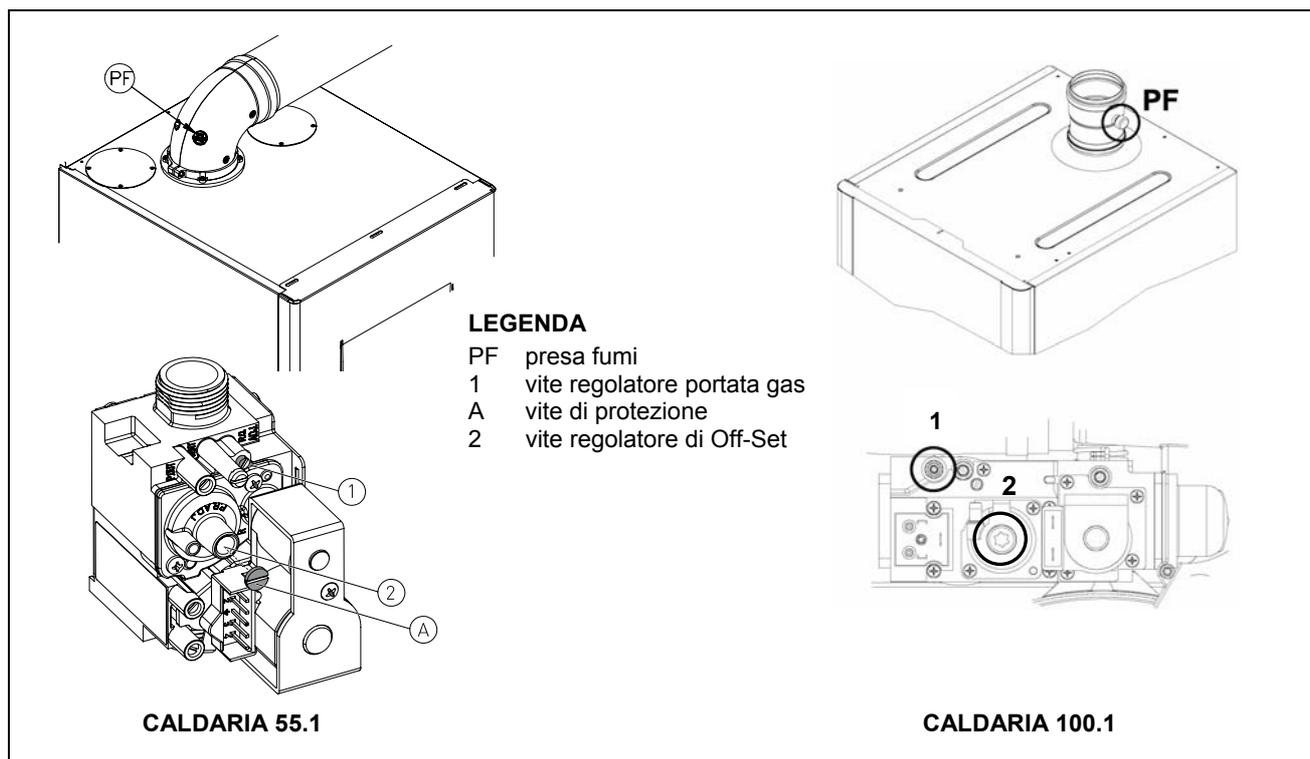

Figura 26 – PRESA PRESSIONE FUMI E VALVOLA GAS
- 6) Inserire l'analizzatore fumi nell'apposita presa per l'analisi fumi PF (Figura 26 a pagina 49) ed accenderlo.
- 10) In caso contrario effettuare la regolazione agendo sulla vite 1 (Figura 26 a pagina 49).
- 16) Verificare che il valore di CO2 corrisponda a quanto riportato in Tabella 12 a pagina 49; in caso contrario svitare la vite di protezione “A” e regolare con una chiave a brugola da 4 sulla vite “2” (Figura 26 a pagina 49) del regolatore di Off-Set. Per aumentare il valore di CO2 è necessario ruotare la vite in senso orario e viceversa se si vuole diminuire.